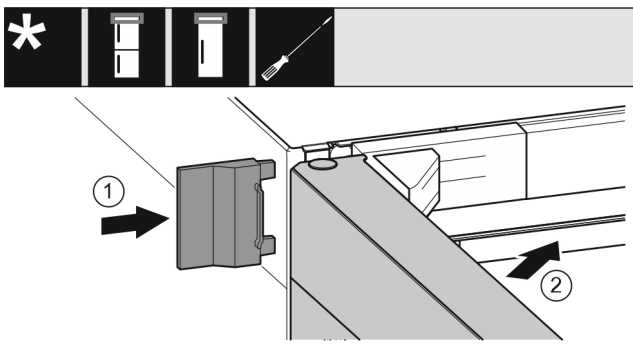

Fig. 24
- ▶ Äußere Abdeckung aufschieben. Fig. 24 (1)
- ▶ Obere Tür schließen. Fig. 24 (2)